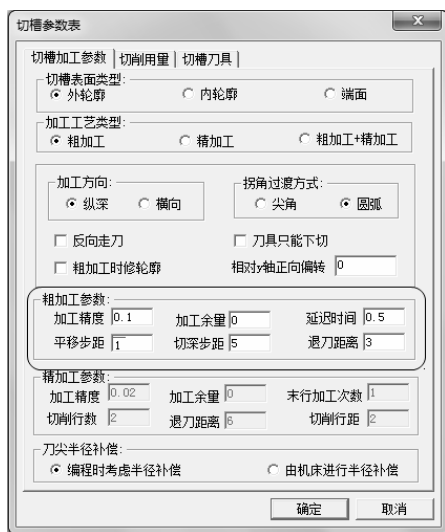

图 6-144 切槽加工参数设定
1) 单击“切槽加工参数”选项卡，如图 6-144 所示。设置具体参数如下：切槽表面类型：外轮廓；加工工艺类型：粗加工；加工方向：纵向；拐角过渡方式：圆弧；加工精度：0.1；加工余量：0；平移步距：1；切深步距：5；延迟时间：0.5；退刀距离：3；刀尖半径补偿：编程时考虑半径补偿。